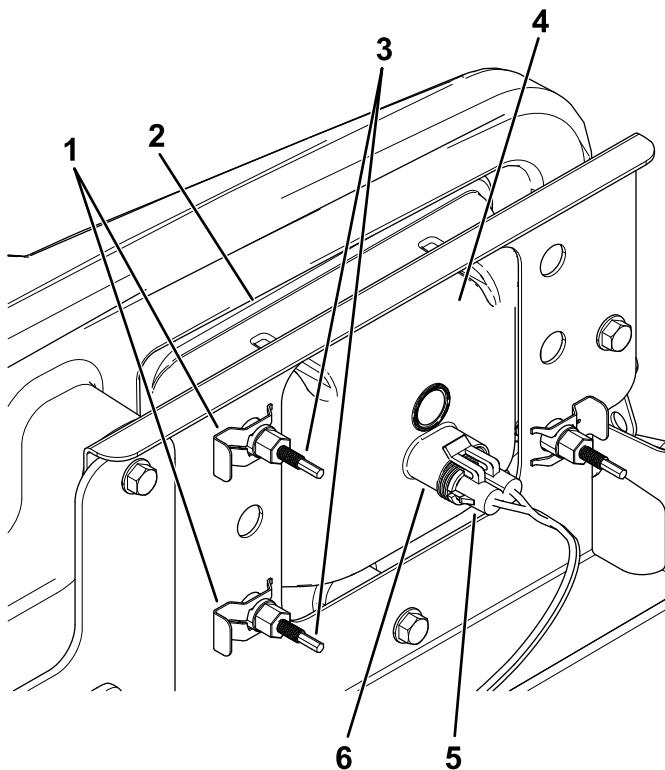

Figura 47
3. Desligue o conector elétrico para a cablagem do conector do conjunto da lâmpada (Figura 47).
4. Retire os cliques rápidos que fixam o farol ao respetivo suporte (Figura 47).
5. Retire o conjunto do farol movendo-o para a frente através da abertura no pára-choques dianteiro (Figura 47).
6. Instale o novo farol através da abertura no pára-choques (Figura 47).
8. Ligue o conector elétrico para a cablagem ao conector do conjunto da lâmpada (Figura 47).
5. Na parte traseira do conjunto de faróis, rode os parafusos de ajuste (Figura 47) para inclinar o conjunto dos faróis e alinhar a posição do feixe.